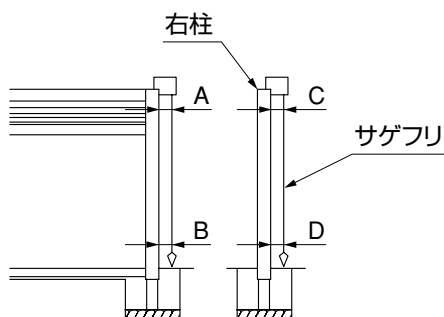

図1-4
①測定はサゲフリを使用して、図1-4の柱上端と下端のA部とB部、C部とD部を測定してください。
②柱の間口方向・奥行きへの倒れは、 ± 5 mmの範囲にしてください。